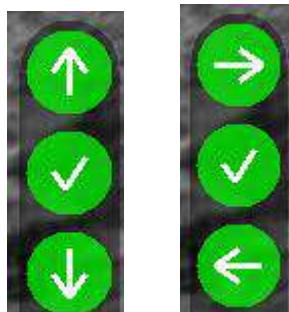

Рисунок 5 – Примеры индикатора назначения кнопок
- Индикатор назначения кнопок** – индикатор, подсказывающий пользователю назначение каждой отдельной кнопки (3-5) при выполнении какого-либо действия в выбранном режиме (см. рис. 5). Данный индикатор появляется **только** в случаях, установленных ПО (например, при вводе выверки прицельной сетки).